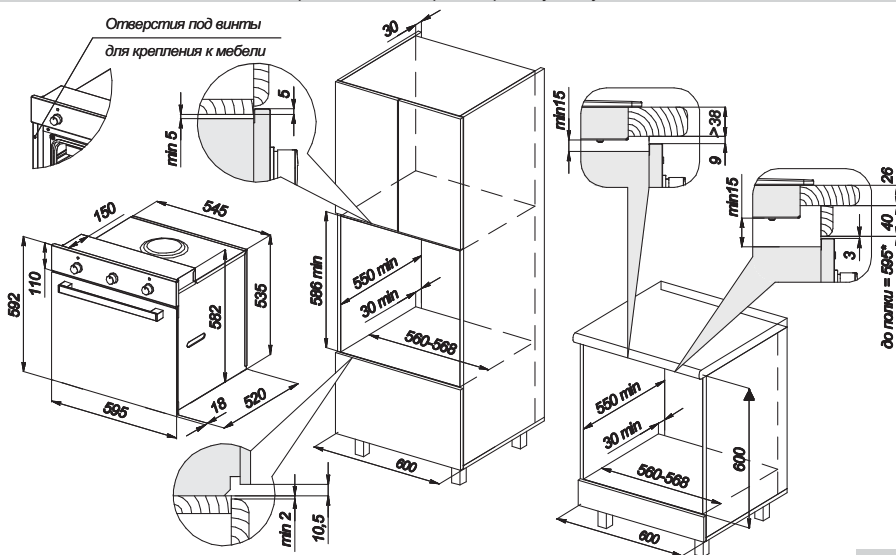

рис. 1
- Электрошкаф устанавливается в нишу в кухонной мебели (рис. 1).
- Размеры между различными частями электрошкафа и окружающими его частями предметов обстановки показаны на рис. 1.
- Для устранения возможности случайного перемещения, электрошкаф крепится к мебели двумя винтами с потайной головкой (рис. 1).